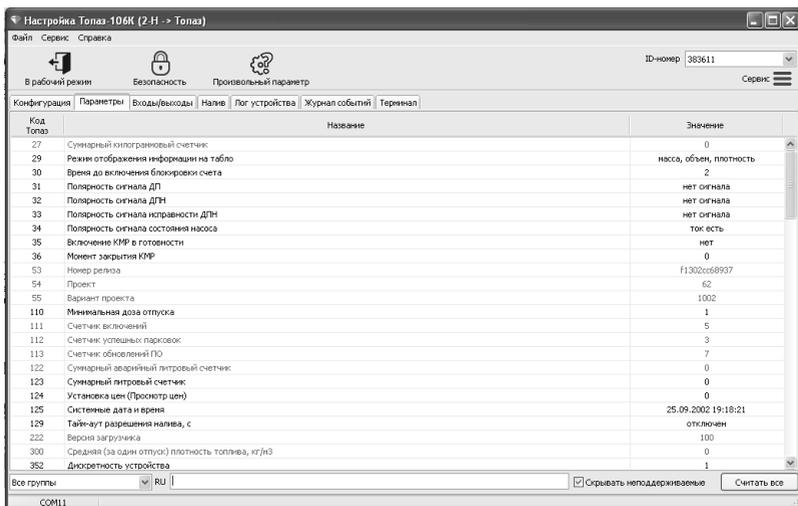

Рисунок 5
10.4 На вкладке "Параметры" (рисунок 5) можно просмотреть и при необходимости изменить значения параметров устройства. Параметры были считаны при считывании конфигурации устройства, возможно считать повторно все параметры нажатием на кнопку "Считать все" или только выбранный – из контекстного меню при нажатии правой кнопкой мыши.